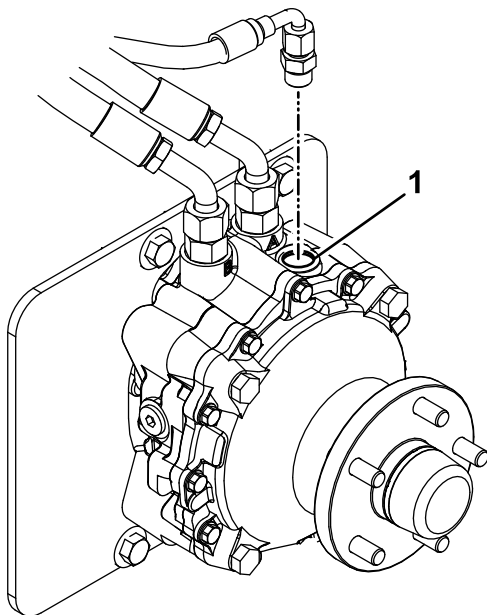

Figura 64
9. Rimuovete il tappo del foro di riempimento nella parte superiore di ogni motore della ruota (**Figura 64**).